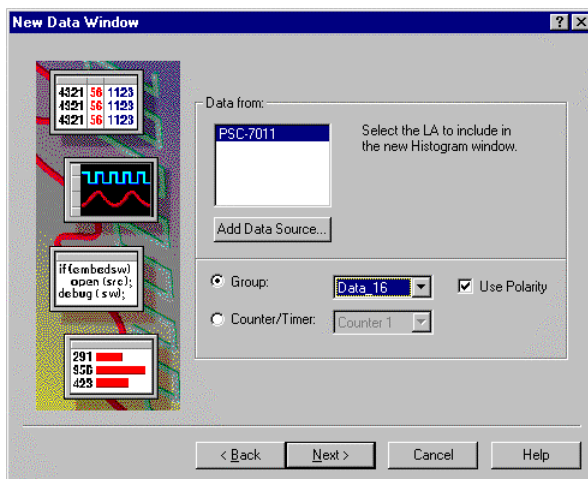

図 F-12 : [New Data Window]ウィザードの 3 番目のダイアログ・ボックス
4. 図 F-12 のダイアログ・ボックスが現れるので、[PSC-7011]モジュールの[Data_16]グループに関してヒストグラムが表示されるよう、[Data from]ボックスに[PSC-7011]、および[Group]オプション・スイッチが選択されていることを確認し、[Data_16]を選択して、<Next>ボタンをクリックします。